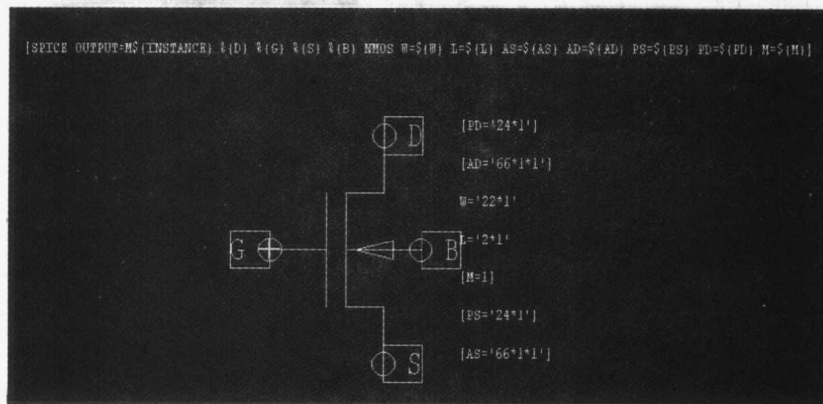

图 1.22 N_4 模块符号模式
(12) 切换模式: 选择 View→Symbol Mode 命令, 会看到 N_4 模块的符号为一个 NMOS 的符号, 如图 1.22 所示。